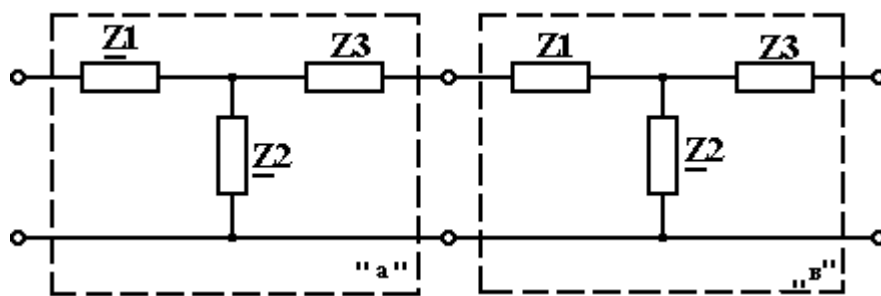

Рис.5.6
5.1. Схема составного четырехполюсника (рис.5.6)